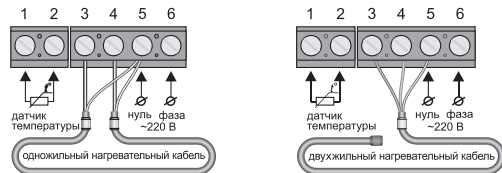

Рис. 29
Если у Вас 2-х проводная электрическая сеть (без проводника заземления), экран нагревательной секции подключается к нейтральному проводнику (N) сети питания, на клемму **5** (рис. 29).